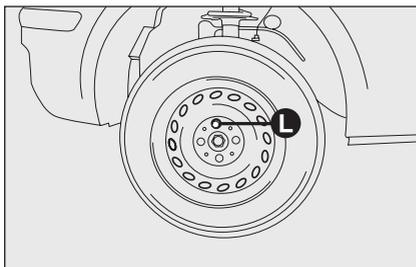

Рис. 5
- ❑ для версій з ковпаками коліс, зніміть ковпак: відкрутіть спочатку три "нижні" болти кріплення колеса, потім четвертий (верхній) **L** (рис. 5) і зніміть колесо;